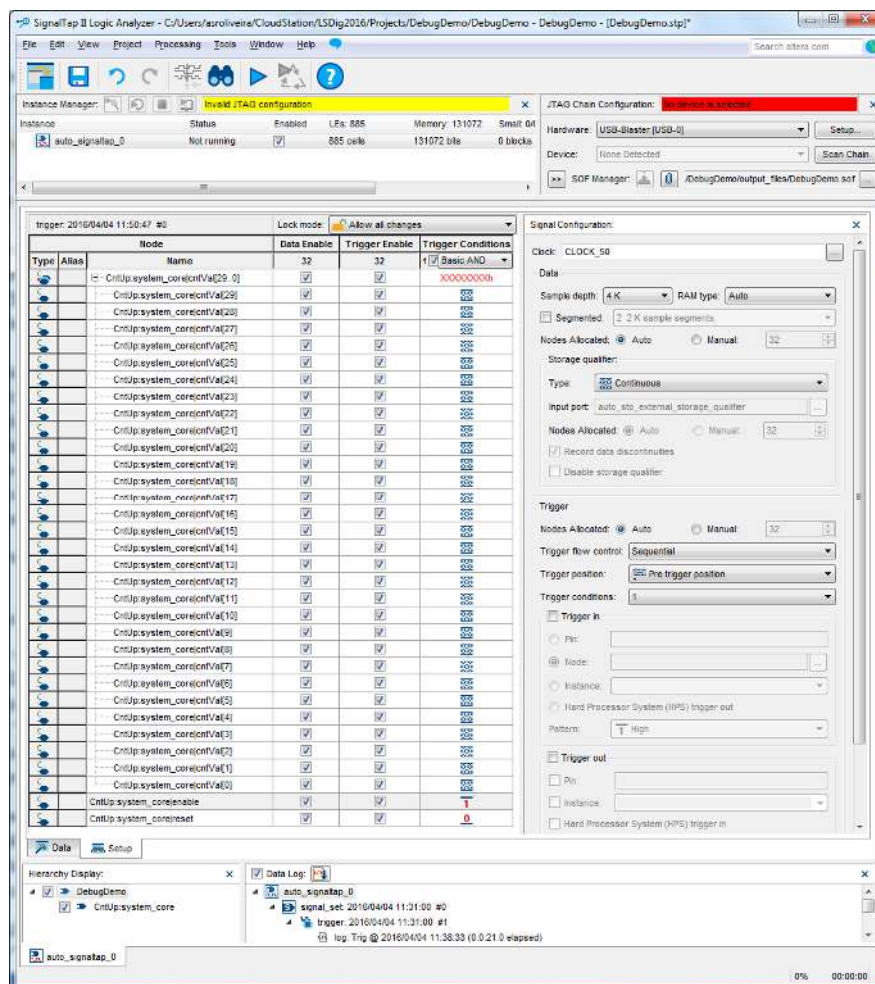

Figura 23 – Aspeto da aplicação “SignalTap II Logic Analyser” com os parâmetros configurados.
5. Após premir *Insert* e fechar a janela de “Node Finder” deverá configurar na janela principal os seguintes parâmetros (Figura 23):
8. Especifique o ficheiro SOF a usar para configurar a FPGA (“output\_files/DebugDemo.sof”) e programe a FPGA (botão  no canto superior direito da Figura 23). O ficheiro SOF inclui quer a configuração da lógica do sistema desenvolvido, quer a configuração da lógica correspondente às componentes de hardware do analisador lógico.